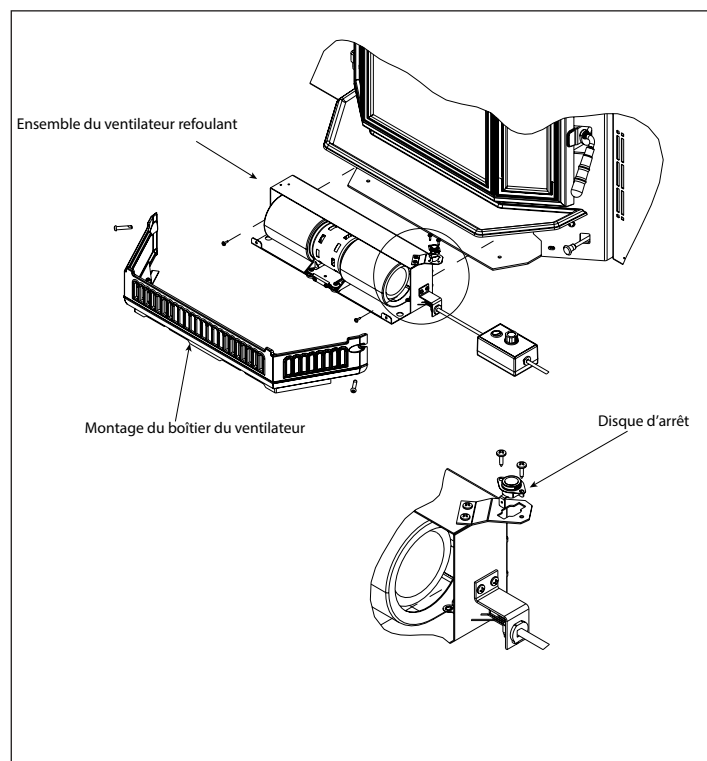

Figure 22.1
1. L'ensemble de support du disque d'arrêt est situé au-dessus du boîtier du ventilateur, vers le côté. **Figure 22.1.**